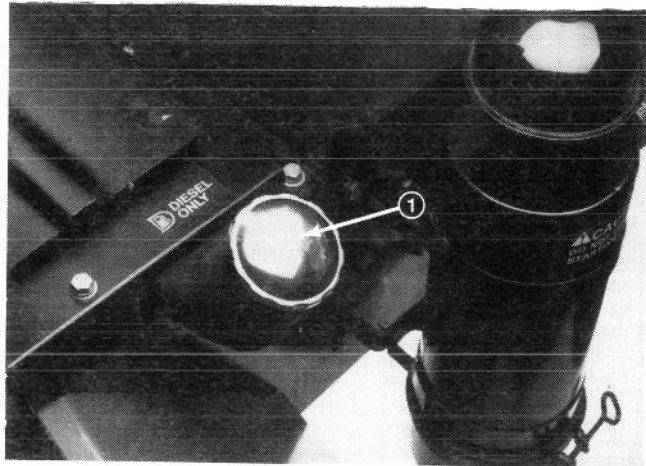

Fig. 8
2. Afmonter brændstoftankens dæksel (Fig. 8) og fyld tanken med dieselbrændstof nr. 2 til ca. 25 mm fra tankens top, ikke påfyldningsrørets top. FYLD IKKE FOR MEGET PÅ.